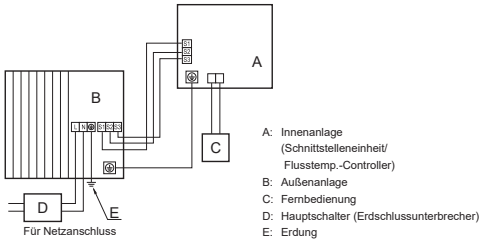
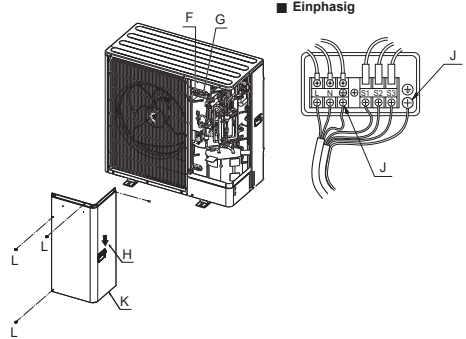

Abb. 7-1
Abb. 7-2
7.1. Außenanlage (Abb. 7-1, Abb. 7-2)
(1) Die Bedienungsplatte abnehmen.
(2) Die Kabel gemäß der Abb. 7-1 und der Abb. 7-2 verdrahten.